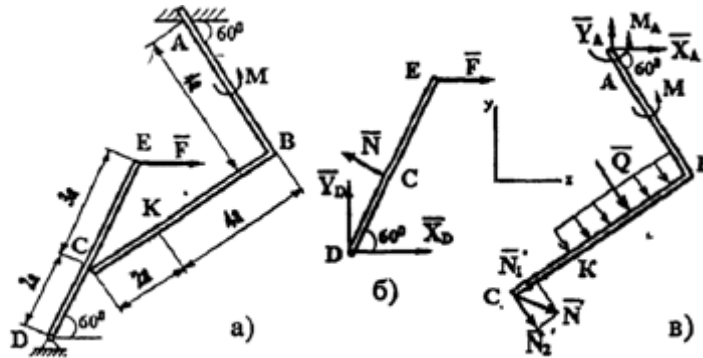

Рис. 22
Пример 10. На угольник ABC ($\angle ACB = 90^\circ$), конец A которого жестко заделан, в точке C опирается стержень DE (рис. 22, а). Стержень имеет в точке D неподвижную шарнирную опору, и к нему приложена сила \vec{F} , а к угольнику - равномерно распределенная на участке KB нагрузка интенсивности q и пара с моментом M .
Решение. 1. Для определения реакций расчленим систему и рассмотрим сначала равновесие стержня DE (рис. 22, б). Проведем координатные оси XU и изобразим
2. Теперь рассмотрим равновесие угольника (рис. 22, в). На него действуют сила давления стержня \overline{N} , направленная противоположно реакции \overline{N} , равномерно распределенная нагрузка, которую заменяем силой \overline{Q} , приложенной в середине участка KB (численно $Q = q \cdot 4a = 16 \text{ кН}$), пара сил с моментом M и реакция жесткой заделки, складывающаяся из силы, которую представим составляющими \overline{X}_A , \overline{Y}_A , и пары с моментом M_A . Для этой плоской системы сил тоже составляем три уравнения равновесия: